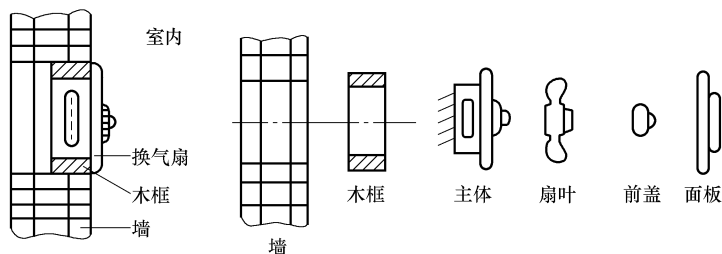

图 11-12 在墙壁上安装换气扇
① 先在墙上开一个洞；
② 制作一个木框，木框的内围尺寸与换气扇框架尺寸相同，木框的外围尺寸与洞口尺寸基本一致；
③ 再用木楔将木框固定在孔洞内，四周用水泥砂浆封固；
④ 待水泥砂浆干燥后，再用木螺钉将换气扇固定在木框上，如图 11-12 所示。